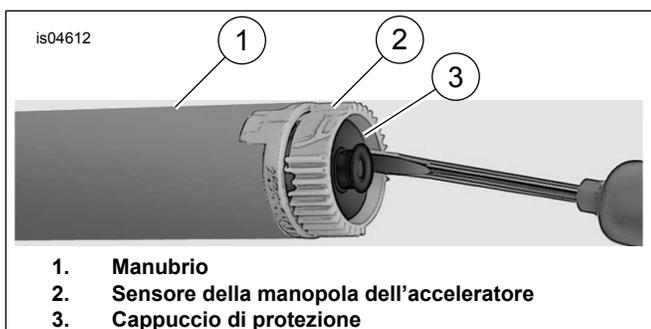

Figura 1. Rimuovere il cappuccio di protezione
- Vedere Figura 1 Inserire la lama di un piccolo cacciavite o di altro utensile a lama piatta nell'area piatta su un lato del cappuccio di protezione.